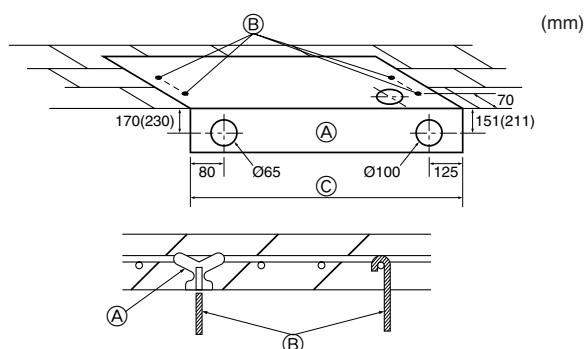

Fig. 3-3
3.2.3. Selectie van de locatie van de ophangbouten en de leidingen (Fig. 3-3)